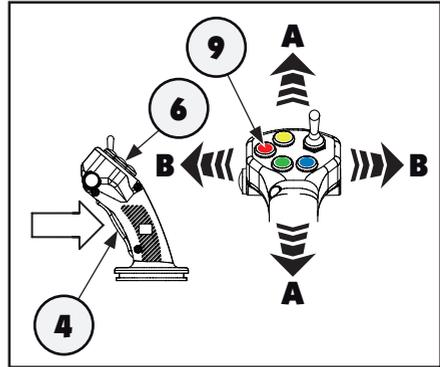
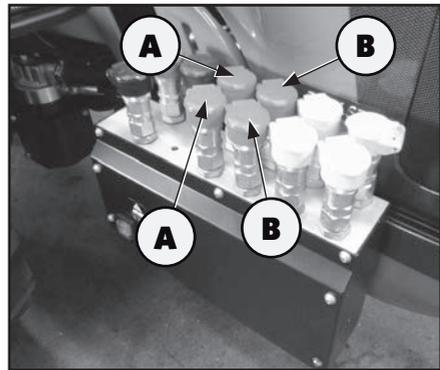

Abb. 5.71
Abb. 5.72
Wenn der Joystick (6) in die in der Abbildung (Abb. 5.71) gezeigte Richtungen bewegt und gleichzeitig die Sicherheitstaste (4) (Tot Mann-Taste) gedrückt wird, dann werden durch Drücken der roten Taste (9) die Schnellkuppler gespeist, wie in Abbildung (Abb. 5.72) dargestellt.